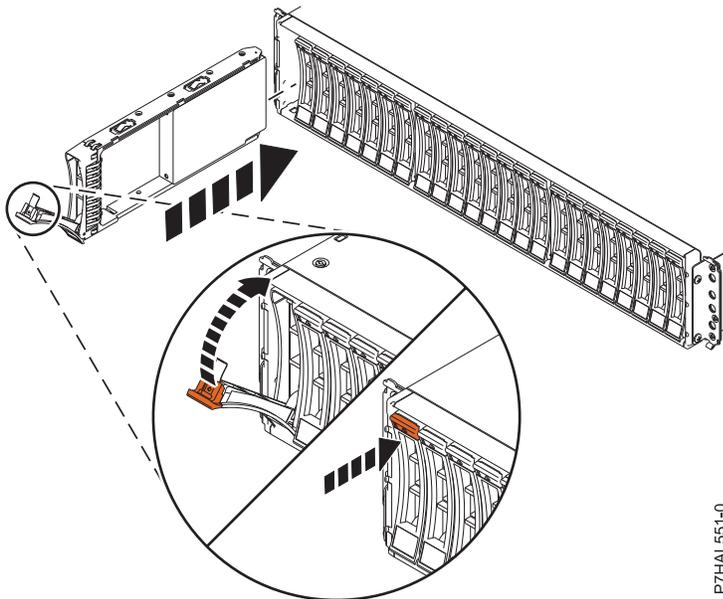

Abbildung 37. Plattenlaufwerk im Plattenlaufwerkgehäuse austauschen
3. Der Griff muss in der entriegelten Position stehen (siehe Abb. 37 auf Seite 41), während Sie das Laufwerk unten mit Ihrer Hand abstützen und an den Führungsschienen in der Erweiterungseinheit ausrichten.
8. Verriegeln Sie das Laufwerk, indem Sie den Griff (A) in die gezeigte Richtung drehen. Siehe Abb. 37.